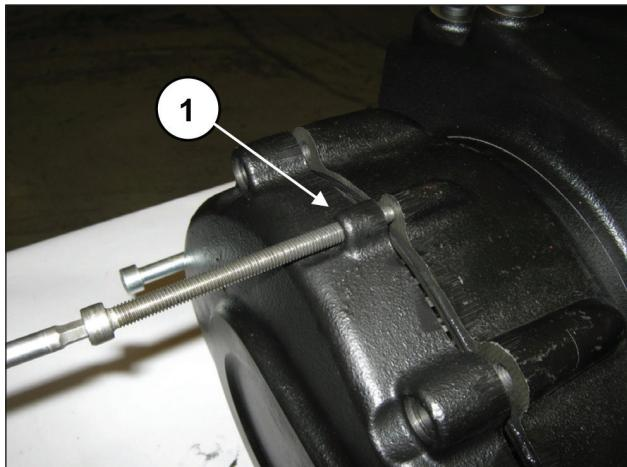

图 6
通过拔取器逐渐拧紧3个M8螺栓 (①, 图 6) · 直至完全拆下盖子和链轮总成。